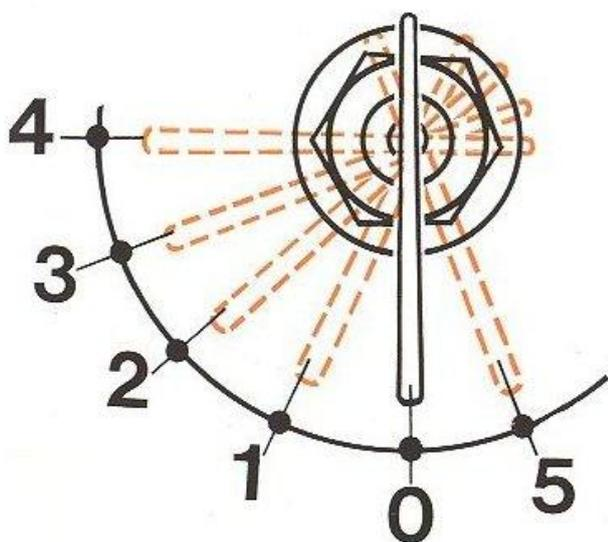
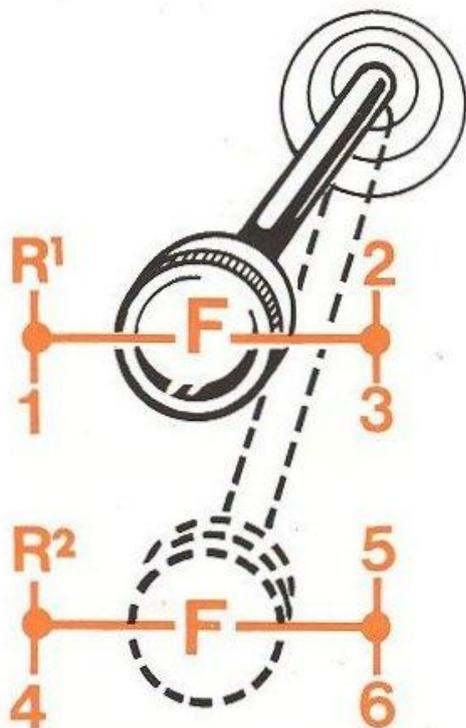

FIG. 5
FIG. 17
Le commutateur de démarrage n'est en circuit que si le contacteur général (Fig. 5) est enclenché et le levier de vitesses (Fig. 17) est au point mort.
L'ampoule située dans le hublot (2) éclaire le tableau de bord et permet de s'assurer que les projecteurs sont allumés lorsque le contacteur général est en position 2-3-4- ou 5 (voir Fig. 5).
Placé en haut et à droite du tableau de bord, le voyant rouge, marqué « PRESS », s'allume dès que la clé du contacteur général est amenée dans la position « 1 » (voir Fig. 5).
Placé en haut et à gauche du tableau de bord, cet indicateur lumineux permet de contrôler le comportement de l'alternateur, du régulateur de tension et du télerupteur. Le voyant s'allume à l'arrêt dès que la clé du contacteur général (voir Fig. 5) est au premier cran. Moteur en marche, il s'éteint immédiatement et ne doit s'éclairer pour aucun régime du moteur.
Sur la figure 17 sont représentées les différentes positions du levier correspondant aux six vitesses de la boîte.